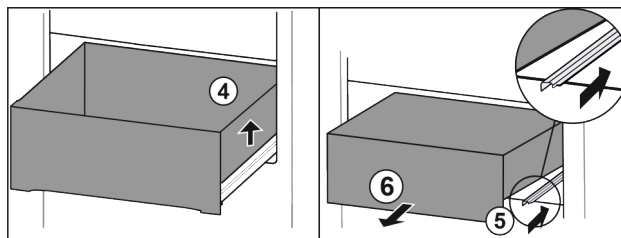

Fig. 114
- ▶ Dvignite predal desno. Fig. 114 (4)
- ▶ Vstavite desno vodilo. Fig. 114 (5)
- ▶ Predal vzemite ven v smeri naprej. Fig. 114 (6)